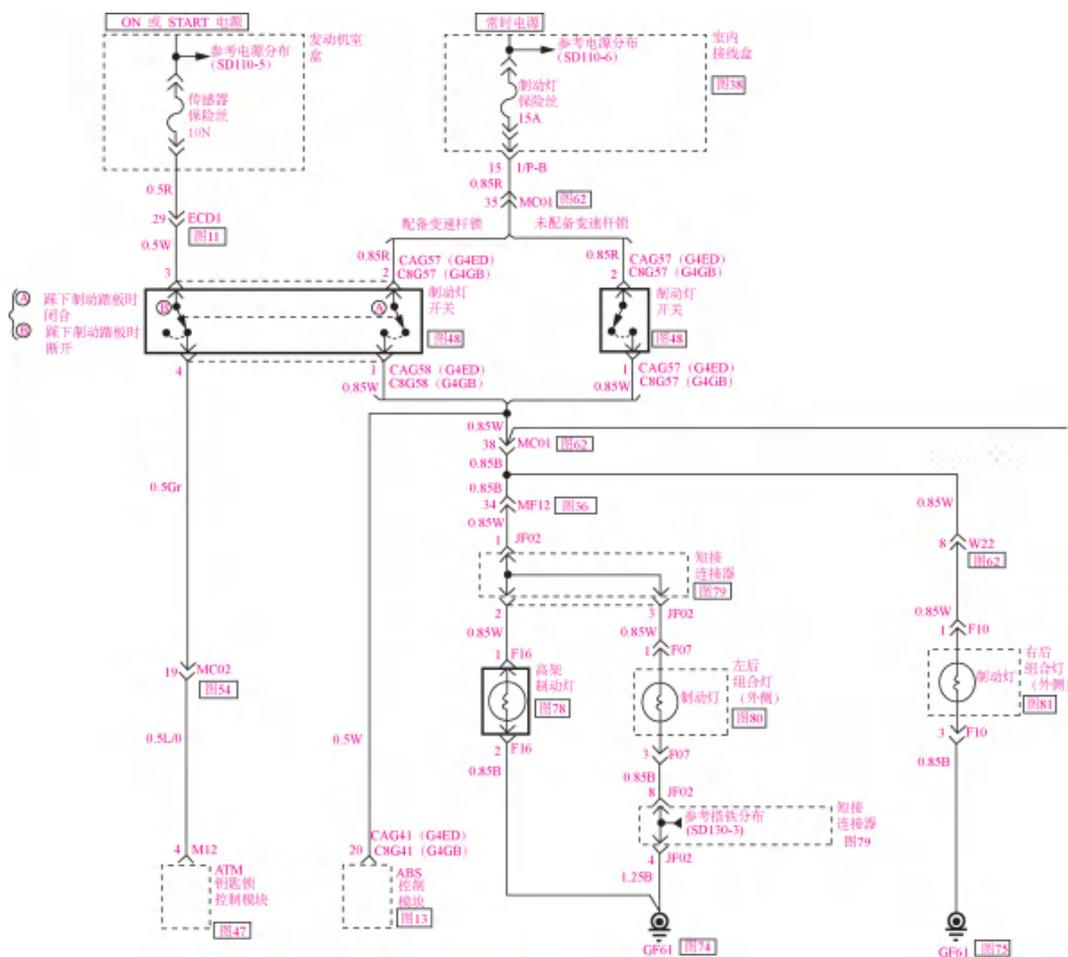

图 4-1-4 悦动制动灯电路
(1) 现代悦动制动灯电路，制动灯受点火开关控制，如图 4-1-4 所示。